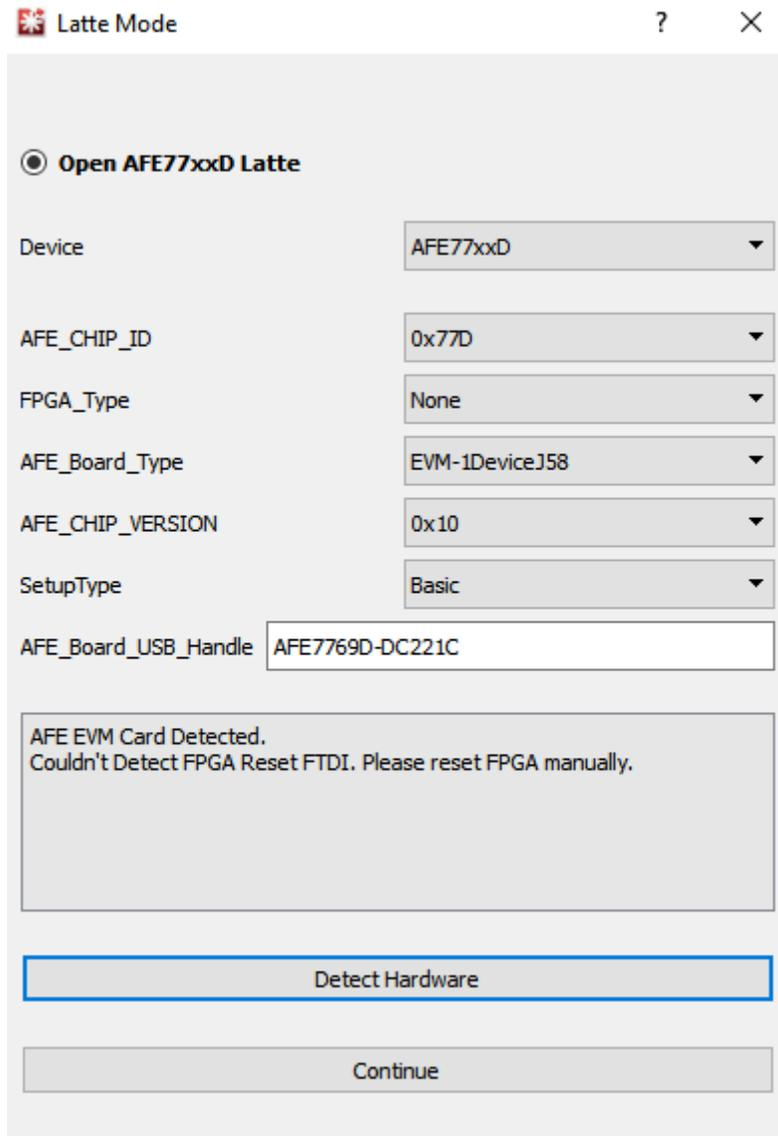

图 2-2. 初始设置，AFE77xxD
2. 将弹出一个包含设备设置信息的初始窗口；验证该窗口的设置是否与 图 2-2 中所示完全相同。